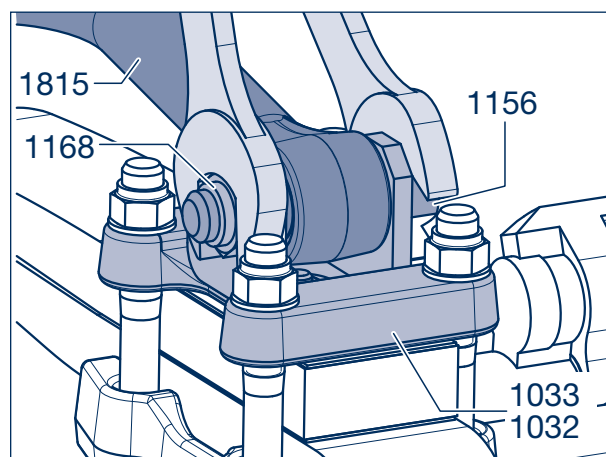

Figure 8
- [26] Serrer les écrous de sûreté (1168) des vis à six pans (1156, figures 8 et 12) au couple de serrage prescrit de **750 Nm** (700 - 825 Nm).